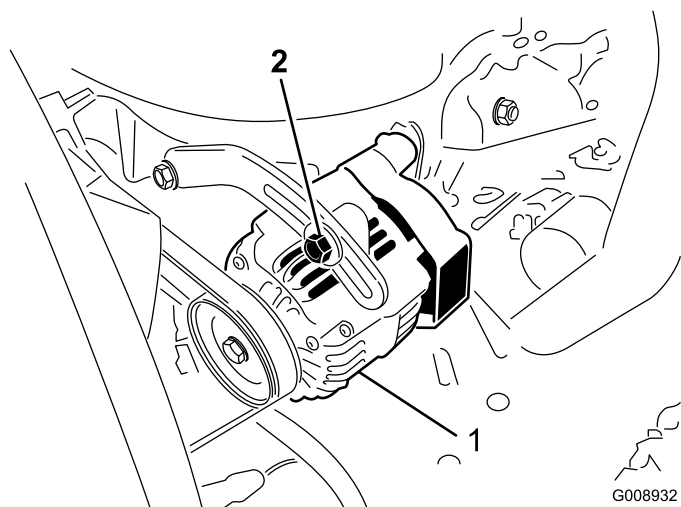

Figura 54
Verifique o estado e a tensão das correias (Figura 54) após cada 100 horas de funcionamento.
2. Se a deslocação obtida não for igual a 10 mm, deve desapertar os parafusos de montagem do alternador (Figura 54). Aumente ou diminua a tensão da correia do alternador e aperte os parafusos. Verifique uma vez mais a deslocação da correia para se certificar de que a tensão está correcta.